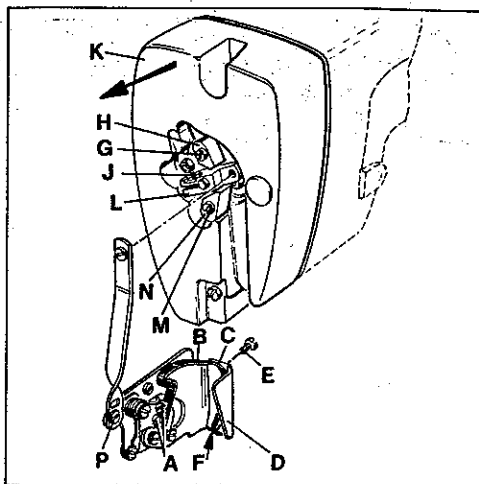
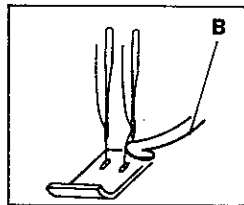
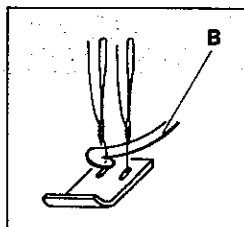
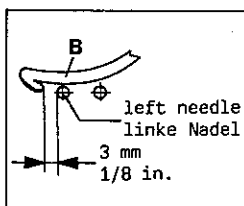

Fig.58
Fig.59
Fig.60
Fig.61
6.1 Keep thread wiper disconnected. Insert the ten prong plug of the thread trimmer drive on the motor. Switch-on motor, sew and cut the threads with fabric under the presser foot. Switch-off the motor. Now actuate the wiper hook manually. The hook (B, Fig. 59) must deflect the needle threads to the front (towards the operator). When the hook (B, Fig. 60) returns from left to right it must catch the needle threads and draw them to leaf spring (C, Fig. 58) for clamping. On its travel the hook should not interfere with the needle points or the presser foot. For adjustment loosen screws (A, Fig. 58), set as required and retighten screws.
6.2 The wiper hook (B, Fig. 58) and leaf spring (C) for clamping the needle threads should be approximately flush at point (F) when the hook (B) is in its right end position. After loosening screw (E, Fig. 58) set the lower end of leaf spring flush to the lower edge of bracket (D) at point (F). Retighten screw (E).
For adjustment of hook (B, Fig. 58) loosen screw (G) and screw (J) and turn lever (L) until the end of hook (B) and the lower end of leaf spring (C) are flush. Retighten screw (J).
Set stop (H, Fig. 58) so that lever (L) strikes against it just before the stop in the rotary solenoid of the wiper is effective. Retighten screw (G).
Stop (N, Fig. 58) limits the motion of the wiper hook to the left. Loosen screw (M) and set the stop (N) so that lever (L) strikes against it when the wiper hook (B, Fig. 61) is 3 mm (1/8 in.) left of the left needle. Retighten screw (M, Fig. 58).
HINT: For disassembling head cover (K, Fig. 58) remove screw (P) and the two head cover fastening screws. Draw-off head cover horizontally to the left to avoid damaging of plug and receptacle.
6.1 Der Fadenzieher darf nicht angeschlossen sein. Stecken Sie den 10 poligen Stecker des Fadenabschneider-Antriebs am Motor ein. Schalten Sie den Motor ein, nähen Sie und schneiden Sie die Fäden im Stoff ab. Schalten Sie den Motor aus. Schwenken Sie nun den Haken für Fadenzieher von Hand ein. Dabei muß der Haken (B, Fig. 59) die Nadelfäden nach vorne (zur Bedienungsperson hin) ablenken. Wenn der Haken (B, Fig. 60) von links nach rechts zurück schwenkt muß er die Nadelfäden mitnehmen und zum Festklemmen zur Blattfeder (C, Fig. 58) ziehen. Auf seiner Bahn darf der Haken weder die Nadelspitzen berühren noch gegen den Drückerfuß stoßen. Zur Einstellung lösen Sie die Schrauben (A, Fig. 58), stellen entsprechend ein und ziehen die Schrauben wieder an.
6.2 Der Haken für Fadenzieher (B, Fig. 58) und die Blattfeder (C) zum Klemmen der Nadelfäden müssen in der rechten Endstellung des Hakens (B) im Punkt (F) in etwa bündig sein.
Stellen Sie nach Lösen der Schraube (E, Fig. 58) das untere Ende der Blattfeder (C) bündig zur unteren Kante des Halters (D) bei Punkt (F). Ziehen Sie die Schraube (E) wieder an.
Zur Einstellung des Hakens (B, Fig. 58) lösen Sie die Schraube (G) und die Schraube (J) und drehen den Hebel (L) bis das Ende des Hakens (B) und das untere Ende der Blattfeder (C) bündig sind. Ziehen Sie die Schraube (J) wieder an.
Stellen Sie den Anschlag (H, Fig. 58) so, daß der Hebel (L) an ihm anschlägt kurz bevor der Anschlag im Drehmagneten des Fadenziehers wirksam wird. Ziehen Sie die Schraube (G) wieder an.
Der Anschlag (N, Fig. 58) begrenzt den Weg des Hakens für Fadenzieher nach links. Lösen Sie die Schraube (M) und stellen Sie den Anschlag (N) so, daß der Hebel (L) an ihm anschlägt, wenn der Haken für Fadenzieher (B, Fig. 61) 3 mm links der linken Nadel steht. Ziehen Sie die Schraube (M, Fig. 58) wieder an.
HINWEIS: Entfernen Sie zum Abnehmen des Kopfdeckels (K, Fig. 58) die Schraube (P) und die beiden Kopfdeckel-Befestigungsschrauben. Ziehen Sie den Kopfdeckel horizontal nach links ab, damit Stecker und Steckbuchse nicht beschädigt wird.